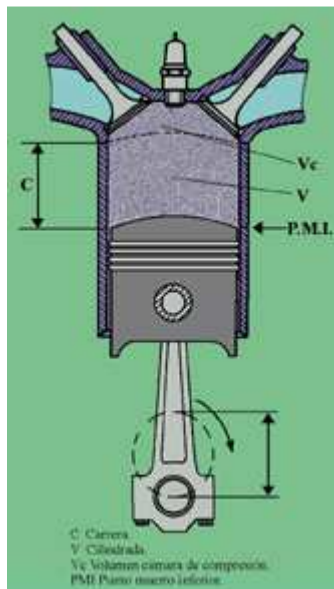

Fig. 28
- Carrera (fig. 28)
• Relación de compresión (fig. 28)